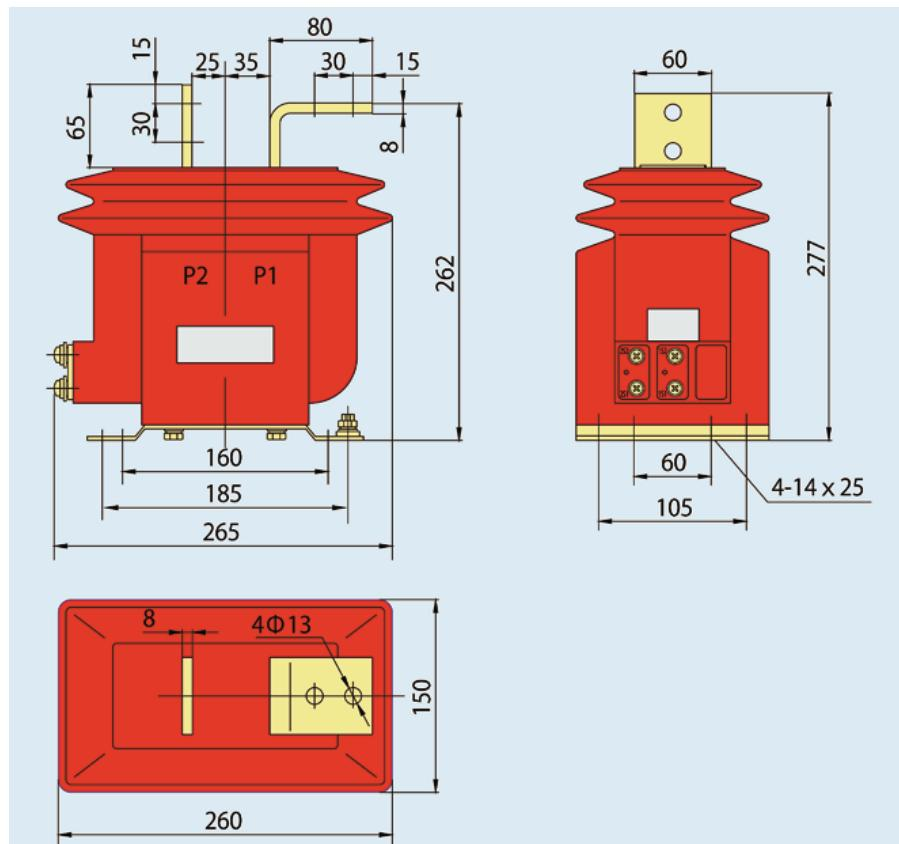

Рис. 6.1 Внешний вид и размеры трансформатора тока LZJ8-10, LZJC8-10
6. Внешний вид и размеры (см. рис. 6.1)